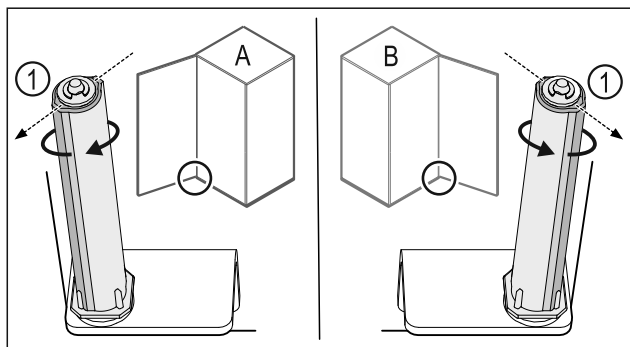

Fig. 41 Linkeraanslag (A) / rechteraanslag (B)
- Sluitsysteem tegen de weerstand in draaien, tot de stang van het sluitsysteem Fig. 41 (1) naar buiten wijst.